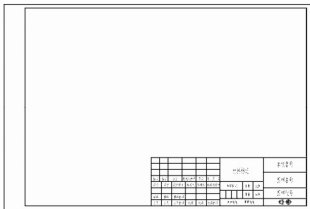

图 7-32 插入标题栏
(2) 插入标题栏：使用【插入】命令，将“标题栏”图块插入到图框右下角，同时使用【分解】命令将其分解(为了避免块中嵌块)，结果如图 7-32 所示。